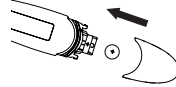

Figura 5
- Utilice un objeto puntiagudo, como un bolígrafo, para retirar la pila antigua. Deshágase de la pila de acuerdo con la legislación. Coloque una pila nueva de botón de 1,5V CC tipo LR41 o SR41, UCC392, o equivalente. Asegúrese de que la pila queda montada con polaridad "+" hacia arriba. (Ver Figura 5)